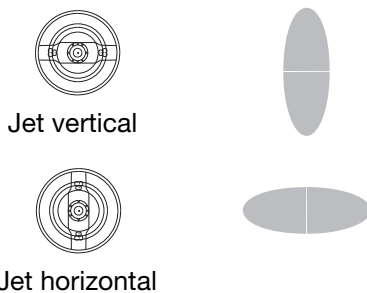

FIG. 19. Positions du chapeau d'air
3. Desserrer la bague de serrage du chapeau d'air et tourner le chapeau d'air pour obtenir un jet de pulvérisation vertical ou horizontal. Voir FIG. 19.